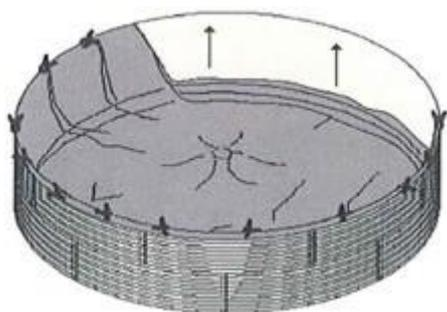

Figura 12
3. Levante os lados da geomembrana e segure-o com a ajuda de fixadores de preferência em PVC (não incluídos no fornecimento) em diversos pontos à volta do reservatório. Distribua o excesso de material em pregas de 5 cm (Figura 12).